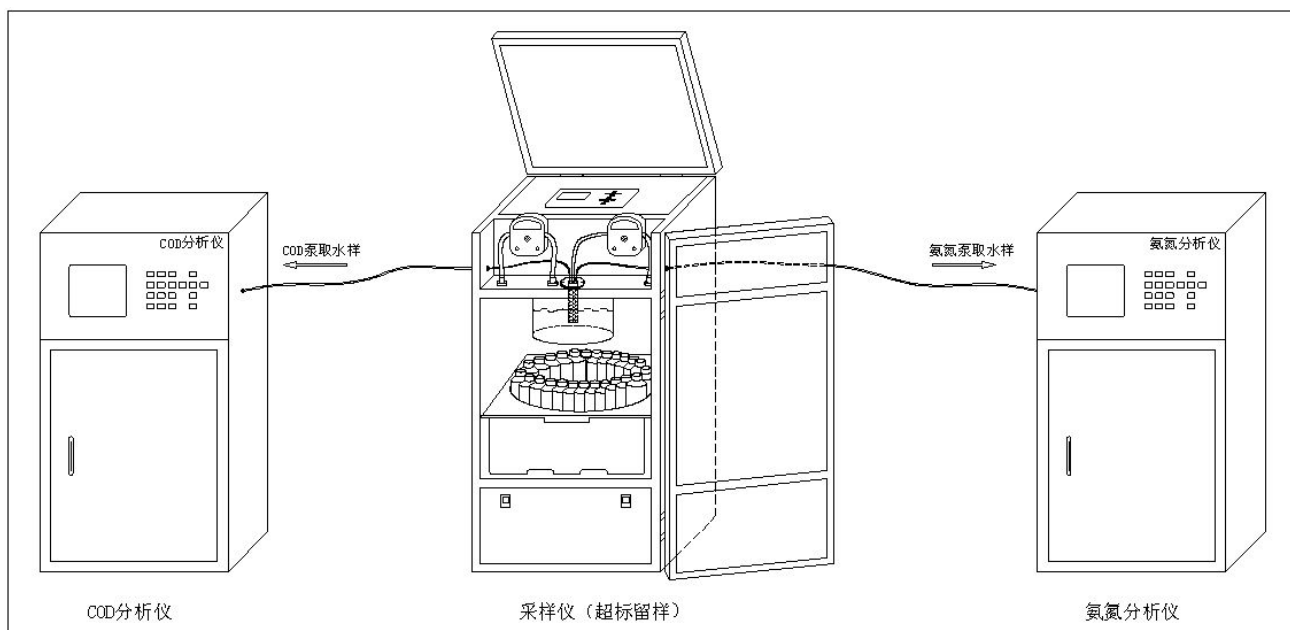

图 10 COD 或氨氮分析仪水路连接图
- 5.2.4 连接 COD 或氨氮分析仪（或其它分析仪器）的取样管到采样器(超标留样)不锈钢留样桶(缓冲杯)的过滤器中。连接方法如图 10 所示。